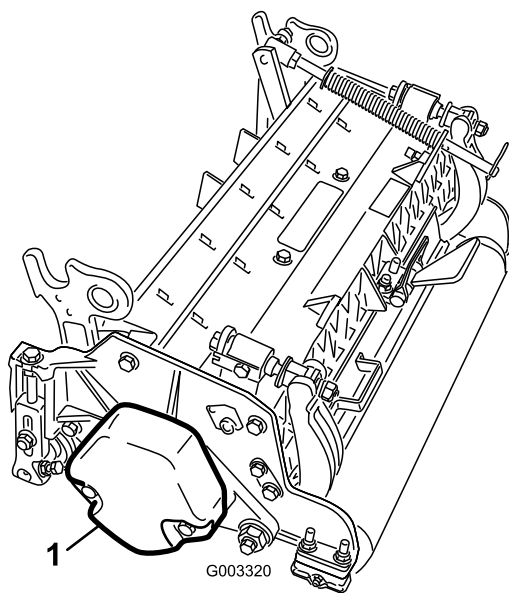

図 11
1. 2 番、. 4 番、6 番カッティングユニットでは、カウンタ・ウェイトをカッティングユニットの左側に固定しているキャップスクリュ(2本)を取る。カウンタ・ウェイトを取り外す (図 11)。